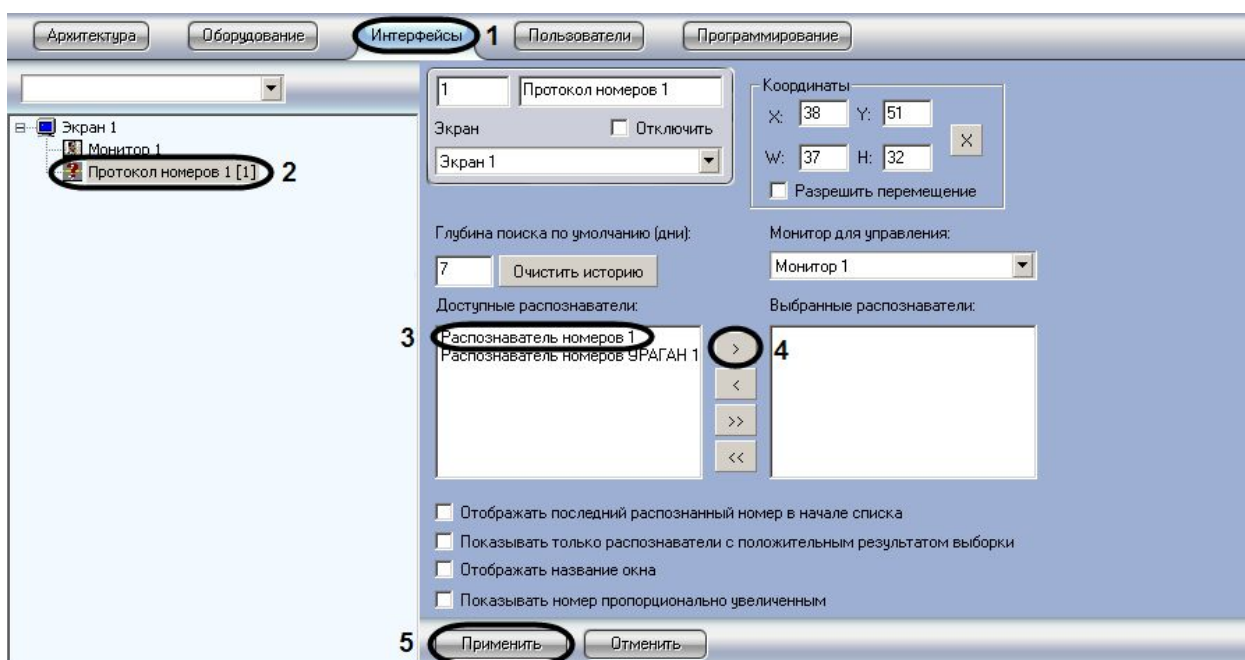

Рис. 7.7.6-1 Выбор распознавателей номеров
1. Перейти на вкладку «Интерфейсы» диалогового окна «Настройка системы» (см. Рис. 7.7.6-1, 1).
2. Выбрать в дереве объект «Протокол номеров» (см. Рис. 7.7.6-1, 2).
3. Выбрать значение из списка «Доступные распознаватели» (см. Рис. 7.7.6-1, 3).
Для удаления распознавателя из списка «Выбранные распознаватели» требуется нажать на кнопку «стрелка влево», для удаления всех распознавателей из списка «Выбранные распознаватели» требуется нажать на кнопку «двойная стрелка влево» (см. Рис. 7.7.6-1, 4).
4. Нажать кнопку «Применить» для сохранения настроек (см. Рис. 7.7.6-1, 5).